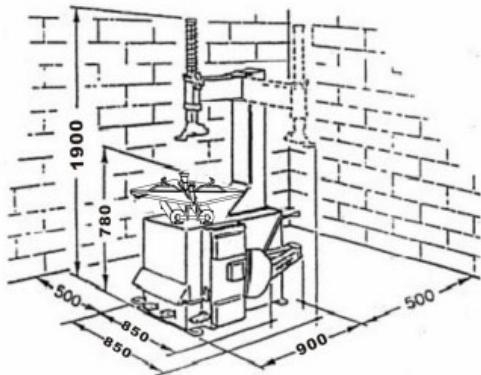

Abb.4
**Aus Sicherheitsgründen und für einen ordnungsgemäßen Betrieb halten Sie die Maschine mindestens 0,5M von jeder Wand entfernt (Abb.4).**